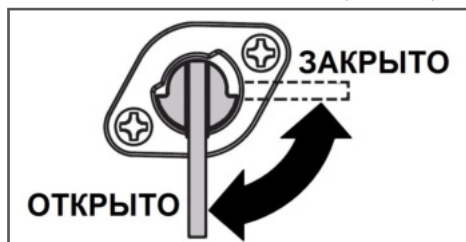

Рис. 14 Кран топливный
1. Откройте топливный кран (Рис. 14).
- Откройте топливный кран (Рис. 14).
3. Откройте топливный кран (Рис. 14).